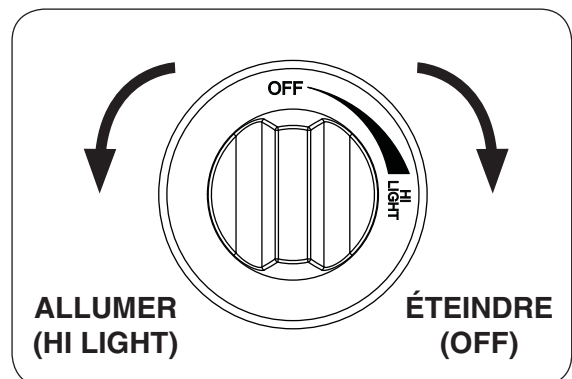

Fig. 26-2
4. **Une fois que le match est en feu et en position**, appuyer sur le bouton de contrôle du gaz et tournez dans le sens antihoraire à la position de **HI LIGHT (allumer)** (voir Fig. 26-2). Votre brûleur devrait s'allumer.
Pour éteindre le brûleur à gaz, appuyer sur le bouton de contrôle du gaz et tourner dans le sens horaire à la position **OFF (éteindre)** (voir Fig. 26-2). Assurez-vous que le bouton de commande est tourné complètement hors tension pour éviter toute fuite de gaz.